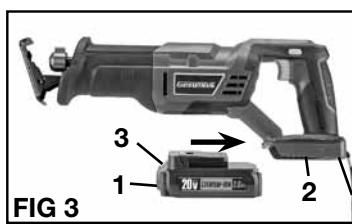

FIG 3
INSTALLATION OU RETRAIT DE LA BATTERIE (FIG 3)
- Pour installer la batterie, faites glisser la batterie (1) dans le fond du boîtier de l'outil (2) tout le chemin jusqu'à ce qu'il se bloque en place avec un clic, comme le montre la figure 3. Tirer légèrement sur la batterie afin de s'assurer qu'il est bien en place et ne sera pas de tomber accidentellement de l'exercice, entraînant une blessure.
- Pour retirer la batterie, retirer la batterie à l'écart de l'outil tout en appuyant sur la languette de verrouillage (3).
- Connectez l'adaptateur chargeur (1) et la base du chargeur (3).
- Branchez l'adaptateur mural (1) dans une source de 120 volts AC. Le voyant verte sur le chargeur s'allume, indiquant que le chargeur est sous tension.
- Faites glisser la batterie (2) dans la fente sur la base du chargeur (3) tout le chemin jusqu'à ce qu'il se bloque en place avec un clic, comme le montre la figure 3. Le voyant rouge du chargeur s'allume, indiquant que la batterie se recharge.